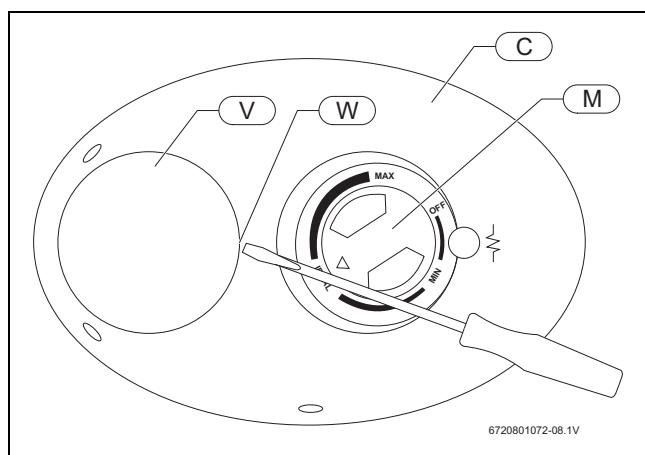

Fig. 9
El ajuste de la temperatura del agua caliente se realiza girando el mando M (Fig. 9) situado en la tapa frontal. La temperatura puede ajustarse entre los 65 °F y 145 °F.
- Con un destornillador pequeño de punta plana desprenda la placa protectora redonda (Fig. 9, [V]) por su borde derecho (Fig. 9, [W]).
- Ahora puede retirarse la tapa (Fig. 9, [C]) extrayendo el borde izquierdo de la misma. Al rearmar la unidad, proceda en sentido inverso, teniendo cuidado de introducir la lengua de la tapa en la ranura.